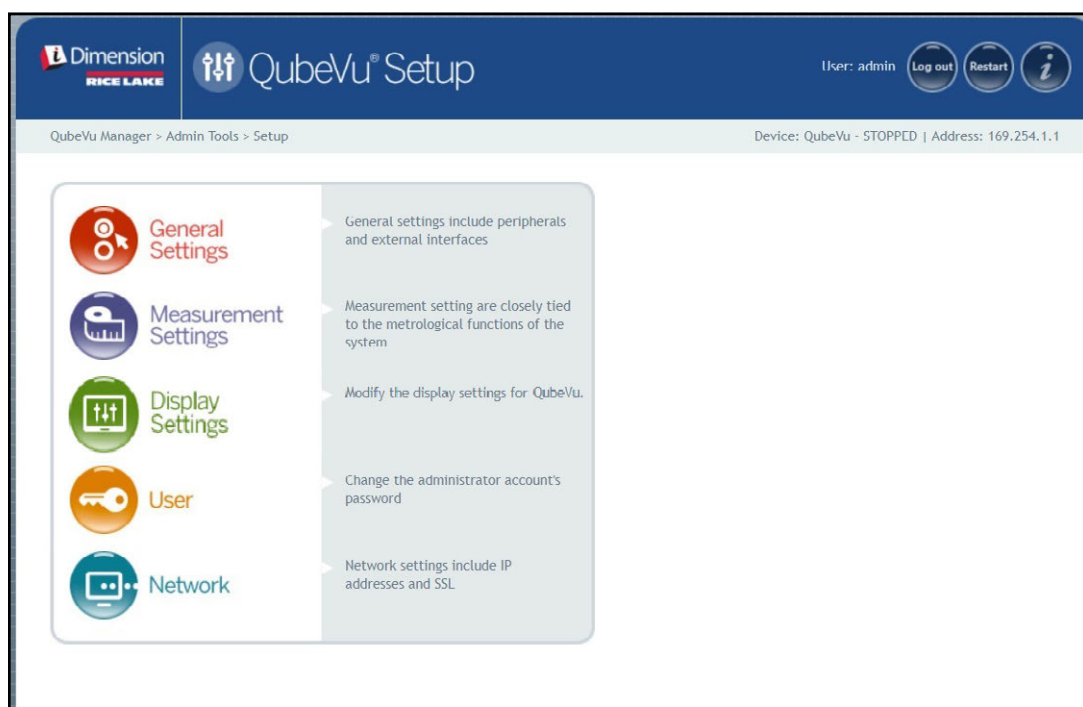

Figura 5-1. Menú de configuración
- Seleccione  **General Settings** en el menú **Setup** (Puesta en servicio) (Figura 5-1 en la página 23). Aparecerá el menú **General Settings** (Ajustes generales).
- Seleccione  en el menú **Setup** (Puesta en servicio) (Figura 5-1 en la página 23). Aparecerá el menú **Measurement Settings** (Ajustes de medición).